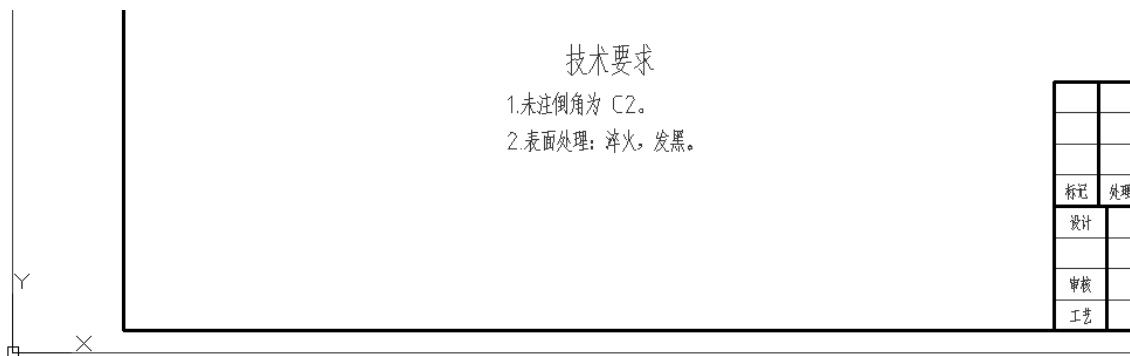

图 8-112 添加技术要求
33) 插入技术要求。单击“多行文字”按钮，在如图 8-112 所示的地方添加技术要求文本。